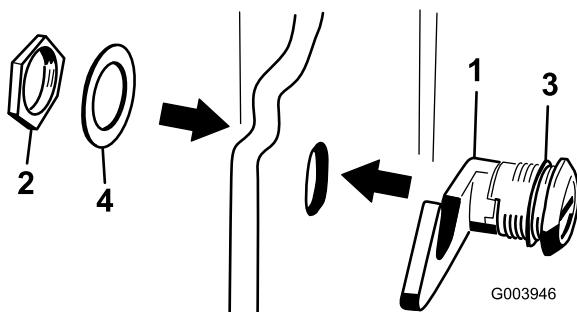

图17
3. 从机罩门锁组件上拆下螺母（图17）。
4. 在机罩外部，将门锁的机罩端穿过机罩的孔。 确保橡胶密封垫圈保持在机罩的外侧（图17）。